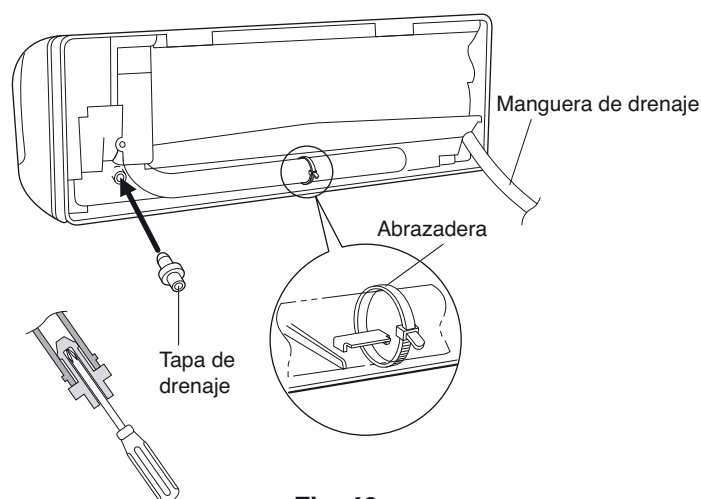

Fig. 40a
- (d) Reinstale la manguera de drenaje al lado izquierdo y la tapa de drenaje al lado derecho. (Fig. 40a)
- (3) Instale la unidad interna en el panel posterior.
- (4) Conecte la tubería y el cableado dentro desde el exterior.
- (5) Después de completar la prueba de filtración, haga un haz con las tuberías usando cinta blindada y almacénela dentro del área de almacenaje en la parte posterior de la unidad interna y asegúrela con abrazaderas. (Figs. 40a y 41a)